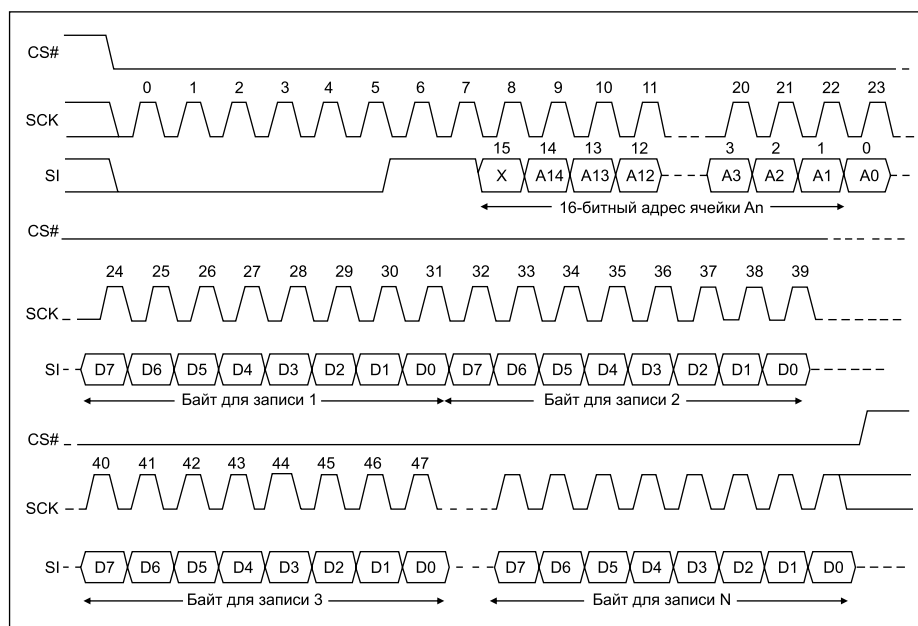

Рис. 11. Тайминги процесса записи
- Команда WRITE предназначена для записи значения байта в память по произвольному адресу. Последовательность (рис. 11): CS# → «лог. 0»; на линию последовательного ввода SI мастер подает код операции WRITE «0000 0010»; далее мастер подает 16-битный адрес ячейки для записи; следом подается сам байт (по одному биту каждый такт); CS# → «лог. 1». Если продолжать подавать тактовый сигнал, то следующие ячейки будут перезаписываться информацией, поступающей на вход SI. Тут нужно быть внимательным, чтобы не потерять данные за счет их перезаписи неверными значениями. При достиже-